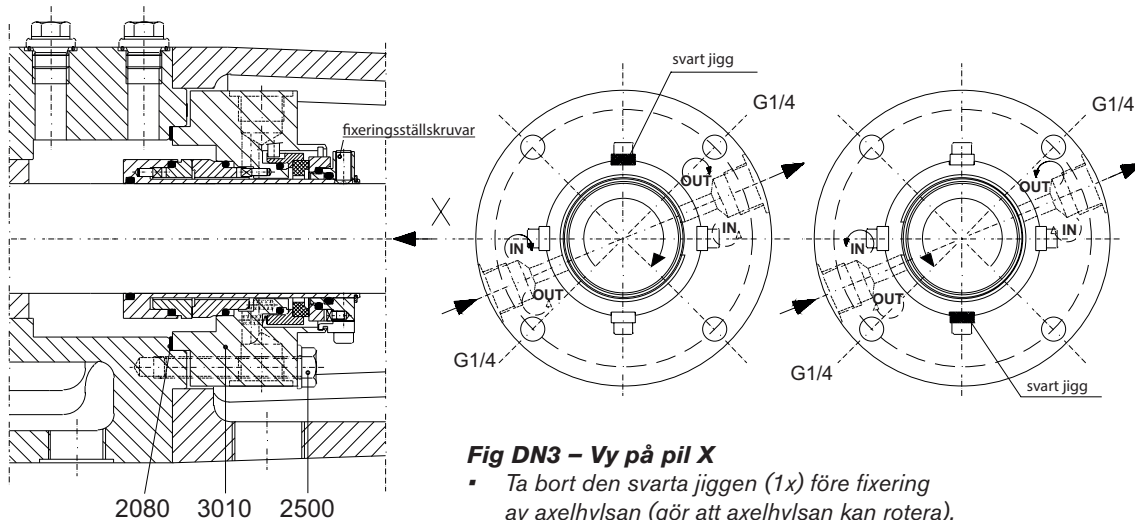

Fig DN3 – Vy på pil X
1. Placera patronen enligt bild DN3.